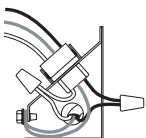

Figura 6
2. Con la ayuda de los conectores de cable apropiados, conecte el ventilador como se muestra en la Figura 6.